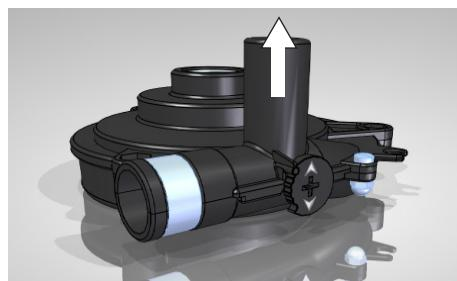

Fig 7.6.2 Bomba configurada en la posición de circulación EXTERNA.
- Circulación **EXTERNA**: El agua sale de la bomba por el tubo vertical (Ver fig 7.6.2). Esta configuración permite el envío de líquido a un circuito de circulación exterior para atemperar, refrigerar, etc... un equipo externo.